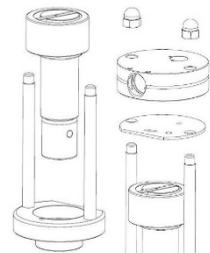

Abb. 23
- Setzen Sie die Steuerscheibe (Arretierung beachten) und dann den Ventilkopf auf. (Abb. 23)